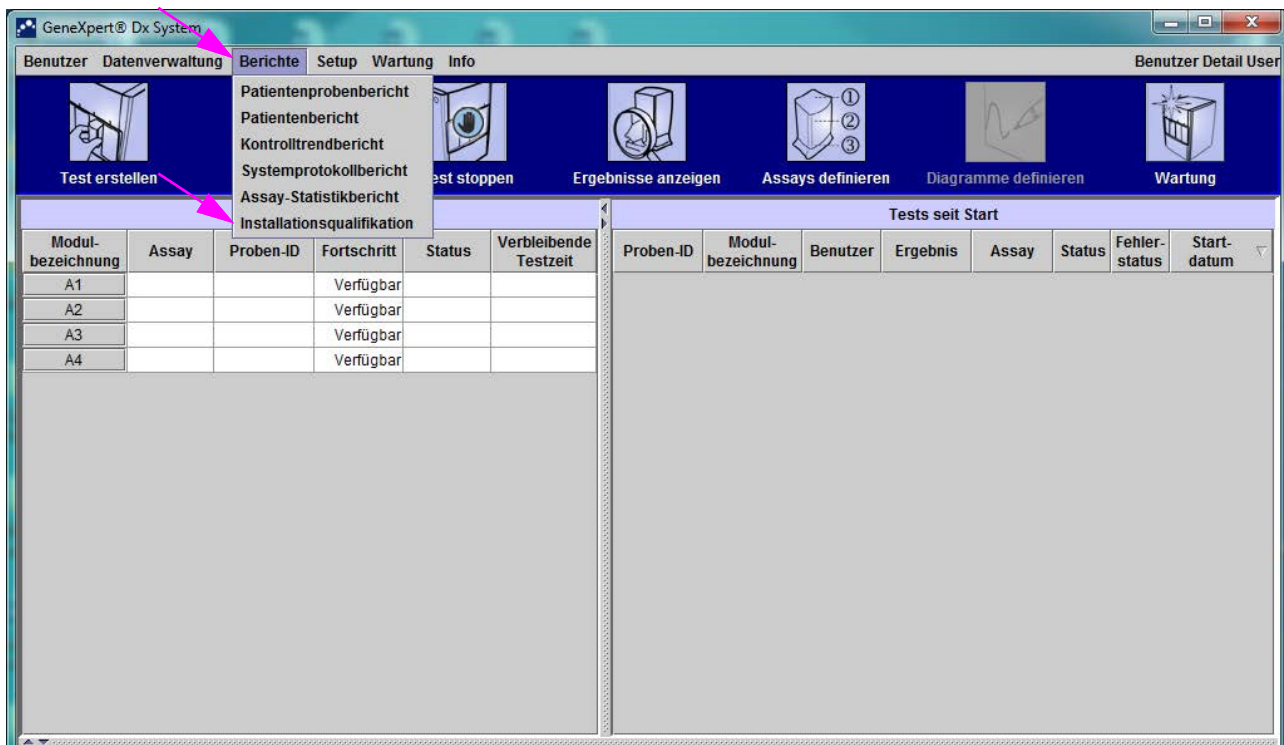

Abbildung 2-88. GeneXpert Dx System-Fenster mit Anzeige des Dropdown-Menüs „Berichte“ und Auswahl von „Installationsqualifikation“
1. Klicken Sie im GeneXpert Dx System-Fenster im Menü **Berichte** auf **Installationsqualifikation**. Siehe Abbildung 2-88.